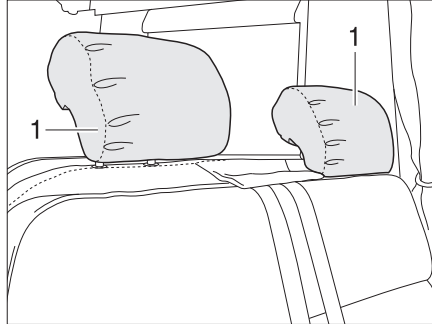

Bild 23 Kopfstütze Sitzbank (Variante 1)
- Die Kopfstützen (Bild 23,1) von Hand nach oben ziehen oder nach unten drücken.